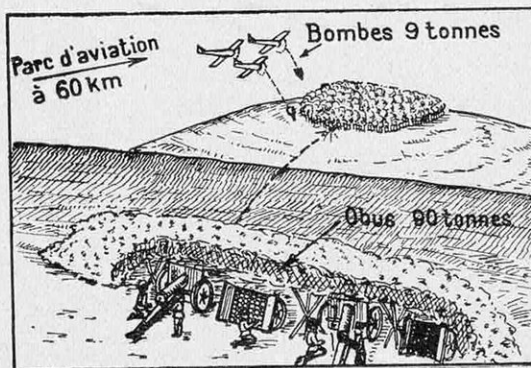

FIG. 3. — LES AVIONS DE BOMBARDEMENT PEUVENT SUPPLÉER, POUR CERTAINES MISSIONS (OBUS TOXIQUES OU FUMIGÈNES, PAR EXEMPLE), L'ARTILLERIE DIVISIONNAIRE
(1) Voir *La Science et la Vie*, n° 236, page 151.
(2) En plein combat, le canon de 75 a pu tirer jusqu'à 3 tonnes d'obus par jour, soit la charge utile d'un avion moyen porteur. Il semble donc que, pour certaines missions afférentes à l'artillerie, l'avion pourrait remplacer le canon, surtout quand le tir n'exige pas de précision, comme l'emploi des toxiques ou des fumigènes. L'avion a le grand avantage de pouvoir se ravitailler à une grande distance du front et de lancer la munition la mieux adaptée à la mission du moment (voir figure 3).